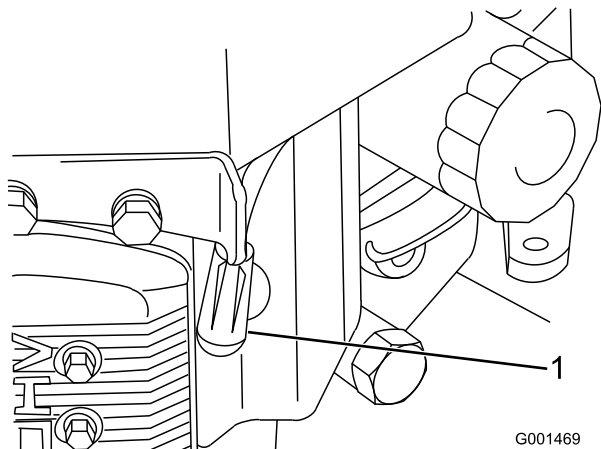

Figura 35
3. Desconecte el cable de la bujía (Figura 35).